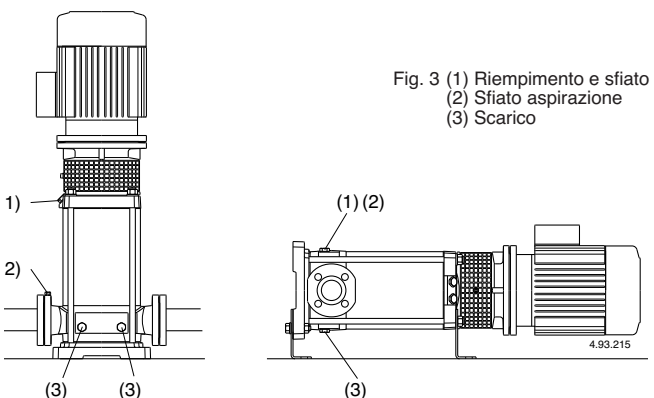

Fig. 3 (1) Riempimento e sfiato
Con la **pompa sopra il livello dell'acqua** da sollevare (funzionamento in aspirazione, **fig. 2A**) o con un battente insufficiente (inferiore a 1 m) per aprire la valvola di non ritorno, riempire il tubo aspirante e la pompa attraverso l'apposito foro (1) (**fig. 3**).
Con il **livello dell'acqua in aspirazione sopra la pompa** (funzionamento sotto battente, **fig. 2B**) riempire la pompa aprendo lentamente e completamente la saracinesca nel tubo di arrivo, tenendo aperta la saracinesca in mandata ed i fori di sfiato (1), (2) (**fig. 3**) per fare uscire l'aria.
**Durante il riempimento, tenere aperti i fori di sfiato (1), (2) solo se il liquido in arrivo, per la sua natura, con la sua temperatura e pressione, non è pericoloso.**
Chiudere i fori di sfiato (1), (2) (**fig. 3**). Avviare la pompa con la saracinesca in mandata chiusa e con la saracinesca in aspirazione completamente aperta. Subito dopo aprire lentamente la saracinesca in mandata regolando il punto di funzionamento entro i limiti indicati in targa.
Se si verifica una perdita di adescamento (interruzione del flusso di mandata, nonostante le saracinesche siano aperte) o se si nota una oscillazione della pressione indicata dal manometro, ripetere lo sfiato del lato aspirazione (2), verificare che tutte le giunzioni del tubo aspirante siano a perfetta tenuta e serrare il tappo di sfiato (2) ed i tappi di scarico (3) sul lato aspirazione (fig. 3).
Possibilmente, come nel caso di impieghi temporanei con liquidi sporchi, fare funzionare brevemente la pompa con acqua pulita per rimuovere i depositi. Oppure, dopo lo svuotamento, eseguire un lavaggio immettendo acqua pulita (almeno 40 litri) nel foro di riempimento (1) lato mandata e lasciandola uscire dal foro di scarico (3) lato aspirazione (fig. 3).
Quando la pompa rimane inattiva deve essere svuotata completamente se esiste il pericolo di gelo. Togliere entrambi i tappi (14.12), (pos. 3, fig. 3).
Prima dello smontaggio chiudere le saracinesche in aspirazione e mandata e svuotare il corpo pompa (fig. 3).